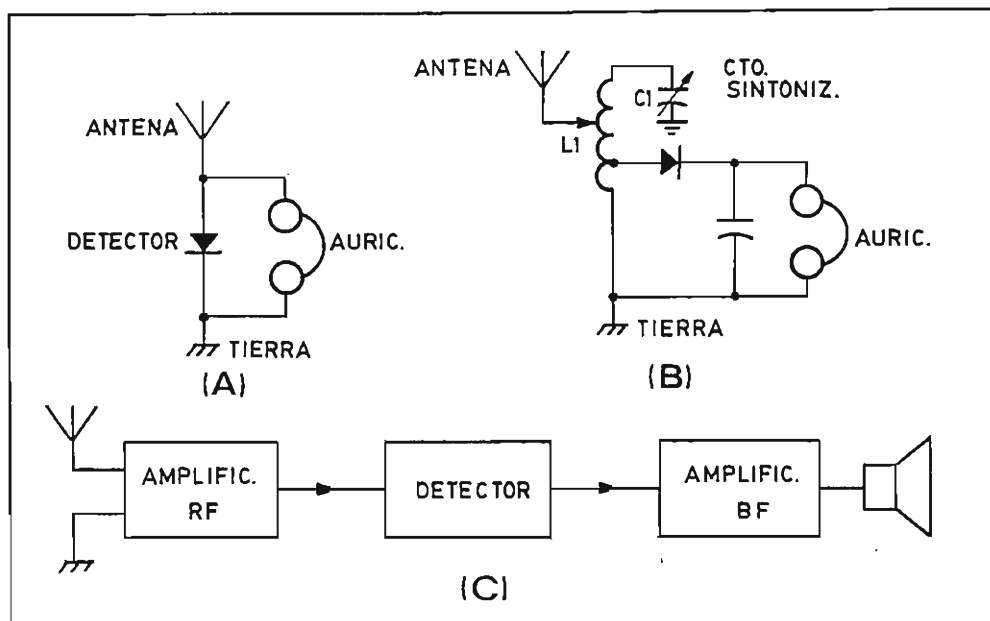

Fig. 47.R - Evolución del receptor de AM.
La importancia del detector es tanta que por sí mismo puede constituir un receptor elemental, como el mostrado en (A) de la figura 2 (aquí la Fig. 47.R). Pero hasta la antena llegan cientos o miles de señales, todas las que están presentes en el lugar de su instalación, y de poco servirá el detector si las rectifica a la vez (o sólo a la más fuerte) y los auriculares han de responder a todas (si cientos o miles de personas hablan a la vez, imposible entender a ninguna o qui zás, penosamente, a la que hable más alto). Es preciso seleccionar, que el receptor tenga la selectividad suficiente para oír y entender una sola señal o emisora de por vez, y para ello nos servimos del cir cuito resonante, serie o paralelo, como el formado por L1-C1 en (B), que gracias a la capacidad variable puede seleccionar su frecuencia de resonancia (sintonía) y hacer que sólo la señal de esta frecuencia llegue a la entrada del detector con tensión suficiente para abrir la conducción del diodo y hacer que éste actúe como rectificador.
gura 2 (Fig. 47.R).